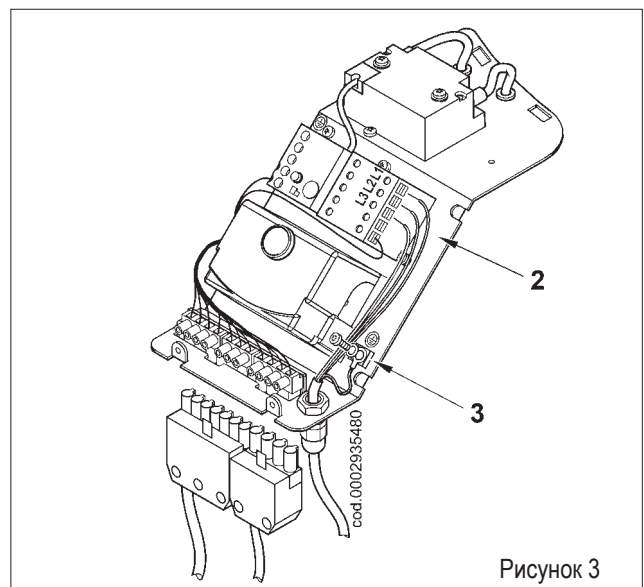

Рисунок 3
3) Подсоедините питающие провода (2) к дистанционному выключателю, закрепите заземляющий провод (3) и затяните соответствующий хомут (см. рис. 3). Соедините 7-штырьковый и 4-штырьковый разъёмы.